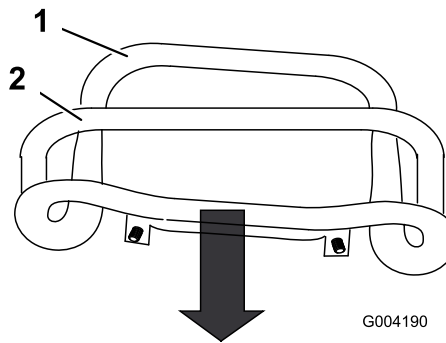

Figura 55
3. Tirare all'indietro il comando della trazione, spostandolo con un movimento rettilineo, in modo che la parte anteriore del comando venga a contatto con la barra di riferimento (Figura 55).